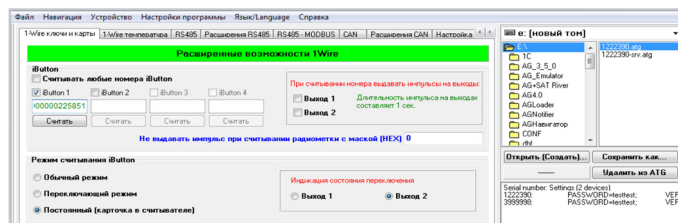

Рис.24. Настройка шины 1-Wire контроллера АвтоГРАФ.
- Если же в настройках контроллера заранее заданы номера карт (до 4 номеров), то контроллер будет регистрировать подключение только этих номеров. Другие карты будут игнорироваться. Для того чтобы занести номер карты в настройки контроллера (**Рис.24**):